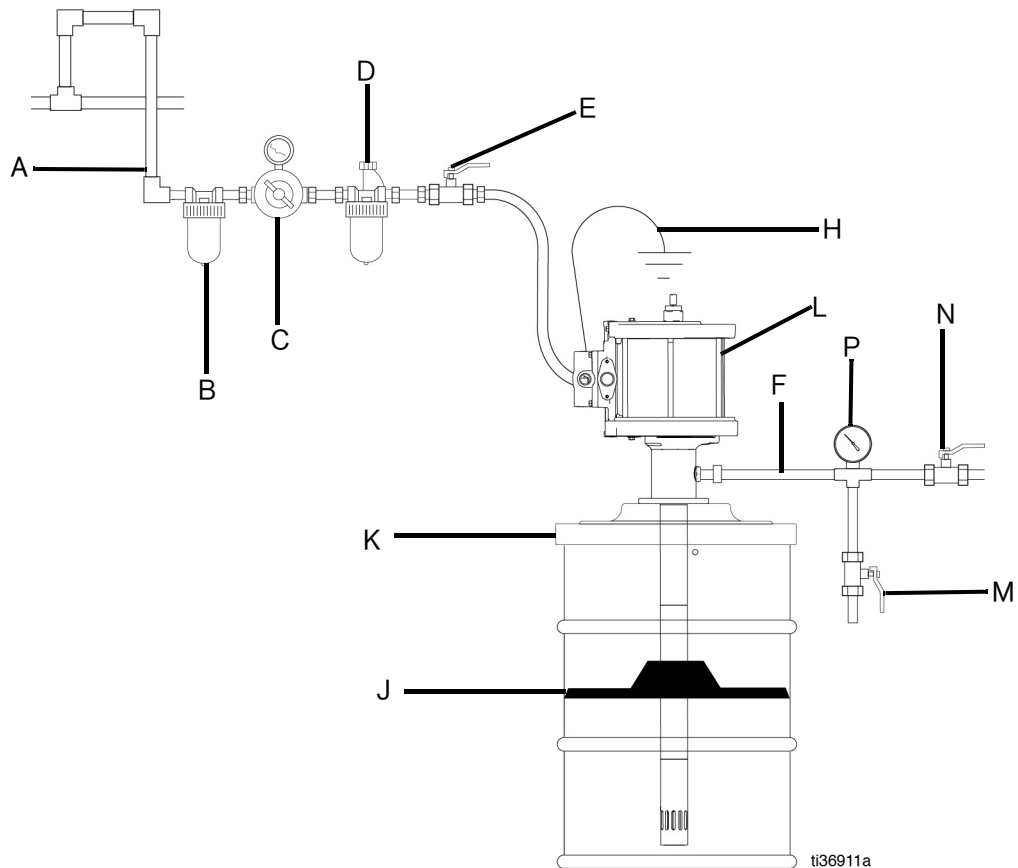
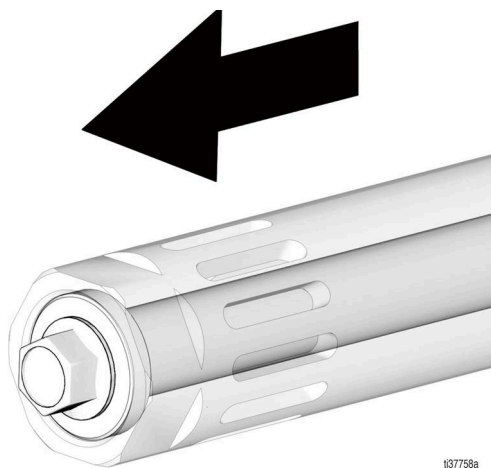

图 1
图 3
1. 关闭放气型主空气阀 (E, 图 1) 以在泵处于下冲程位置 (图 3) 时将泵憋停。